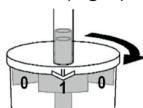

Abb. 3
4. Pour ramasser le premier polype, tournez le récipient jusqu'à ce que la flèche pointe vers le chiffre "1" (Fig. 3).